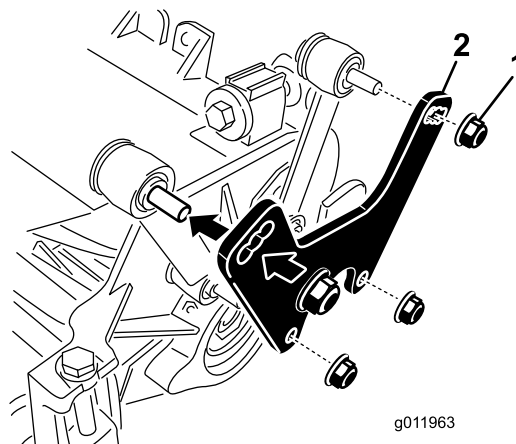

Bild 7
1. Entfernen Sie die Muttern und Scheiben, mit denen die Hublenker an der Seitenplatte der Schneideinheit und dem Trägerrahmen befestigt sind (Bild 7).